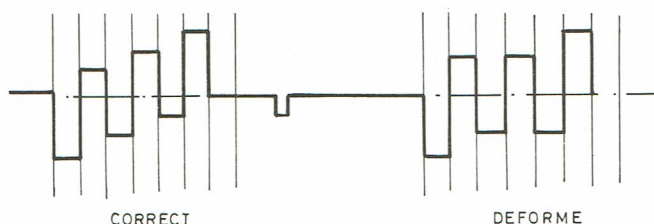

FIG. 12
- Régler : L 507 de manière à obtenir les mêmes déformations sur toutes les lignes (voir fig. 12).